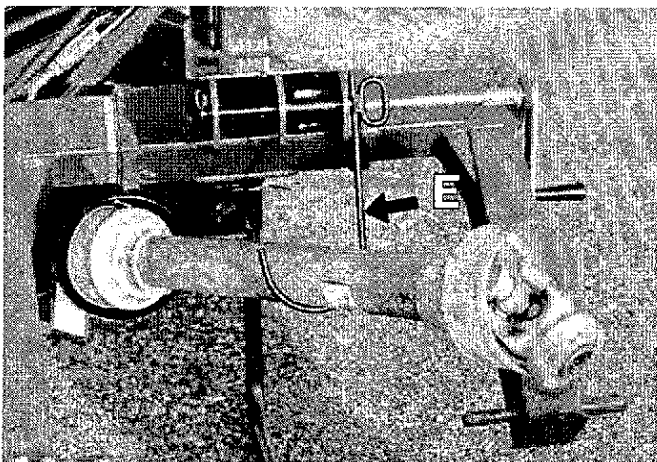

fig.32
- Staccare l'albero cardanico sospendendolo al supporto E (fig.32).
- Uncouple the drive line and support it with its hanger E (fig.32).
- Désaccoupler l'arbre à cardans et le suspendre au crochet E (fig.32).
- Separe el árbol de Cardán colgándolo del soporte E (fig. 32).
- Die Kardanwelle lösen und in den Bügel E (Abb.32) einhängen.